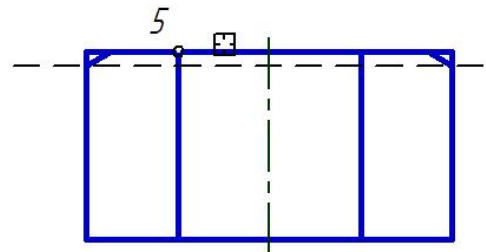

Рис. 1.31. Использование команды «Разбить кривую»
- Укажите мишенью на проекцию верхнего основания призмы, затем на точку 5 (рис. 1.31).